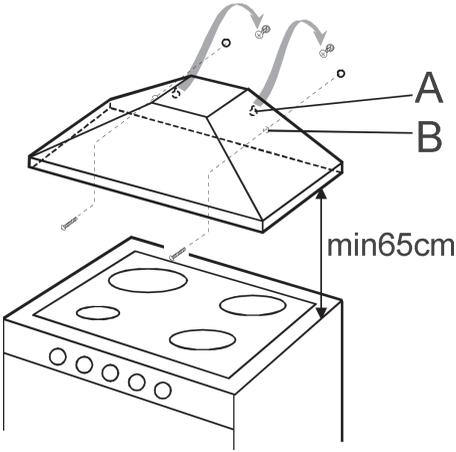

fig.8
Fixation murale de la hotte (fig. 8)
1. Insérez 2 des vis qui vous sont fournies de sorte que la hotte puisse être accrochée à celles-ci au moyen des trous A (fig. 8).
2. Accrochez la hotte et fixez-la définitivement au mur en utilisant les 2 trous B (fig. 8).